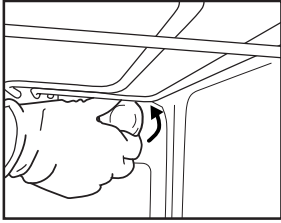
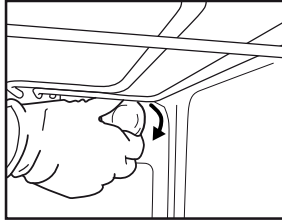

Abb. 6
Abb. 7
2. Schrauben Sie die Lampenabdeckung ab (Abb. 6). Wechseln Sie die Glühlampe aus (bezüglich des Typs siehe nachstehenden Hinweis) und schrauben Sie die Lampenabdeckung wieder auf (Abb. 7).